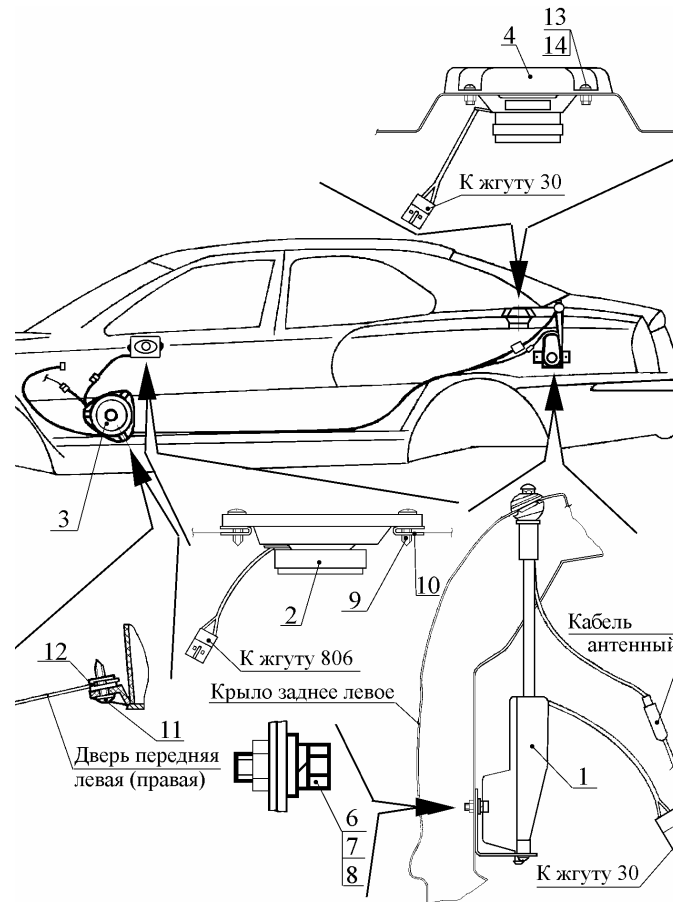

Рис.32. Снятие антенны
4.26.1. Отсоединить от антенны 1 (рис. 32) антенный кабель и колодку к жгуту проводов 30.